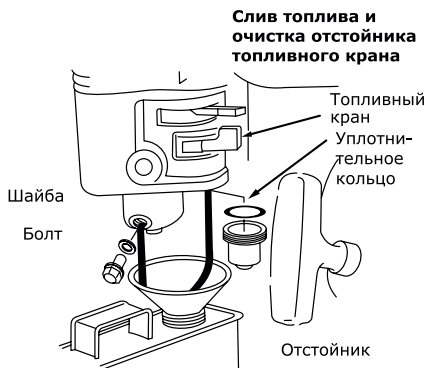

Рис. 20
**Слив топлива и очистка отстойника осуществляется в следующей последовательности (рис.20):**